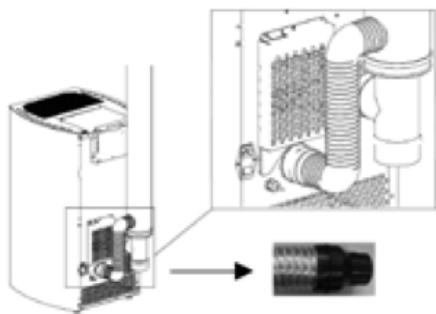
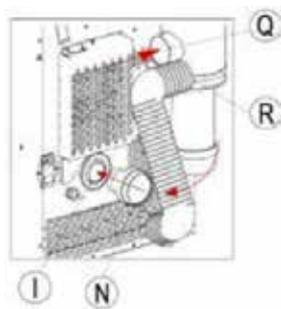

Fig. 9 - Tubo flessibile
Fig. 10 - Collegamenti
- Innestare il raccordo N nel tubo di ingresso aria I (vedi Fig. 9 e Fig. 10). Raccordare N con Q utilizzando un tubo flessibile che resista ad una temperatura di 100°C (consigliato tubo in alluminio flessibile).